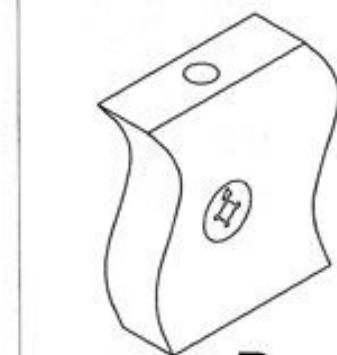

Рис. 1
1. Прибить подпятники (6) при помощи гвоздей к боковинам 2 и 4. Далее прикрутить направляющие (7) при помощи евровинтов (8) в детали 2, 4, 6, причем на деталь 6 направляющие (7) прикручиваются с обоих сторон (со второй стороны направляющие прикручиваются саморезами (5). Вставить стяжки-растекс (9) в детали 2 и 4, и стяжки-растекс (3) в стойки 6 (см. рис. 1). После этого забить шканты (1) в детали 2, 3, 4 и 6. Соединить боковины 2 и 4